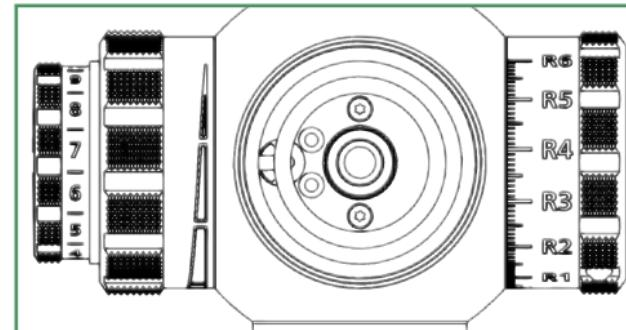
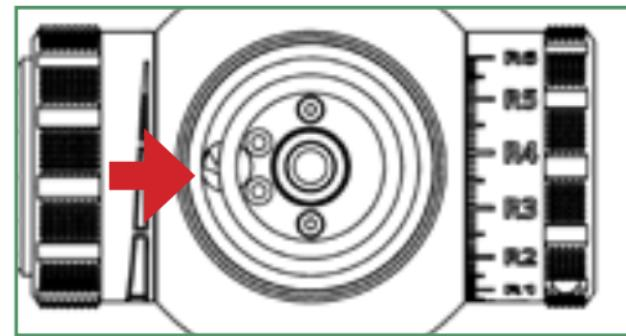

Fig. 1
Fig. 2
- Fig. 1
El encendido y apagado de la retícula luminosa se realiza con la rueda de ajuste (Fig. 1). En el nivel 0 con respecto al punto blanco, la retícula luminosa está desconectada. Gire la rueda de ajuste al nivel 1 para encender la retícula luminosa de su
Nota : Con la tapa de ajuste desmontada se puede colocar el mecanismo para visualizar la segunda vuelta en una posición en la que la tapa de ajuste ya no se pueda seguir girando en la segunda vuelta (fig. 1). Antes del montaje de la tapa de ajuste asegúrese de que la ranura del cilindro giratorio se encuentre en la posición indicada en la fig. 2. El cilindro giratorio puede colocarse en la posición indicada con ayuda de un destornillador pequeño.